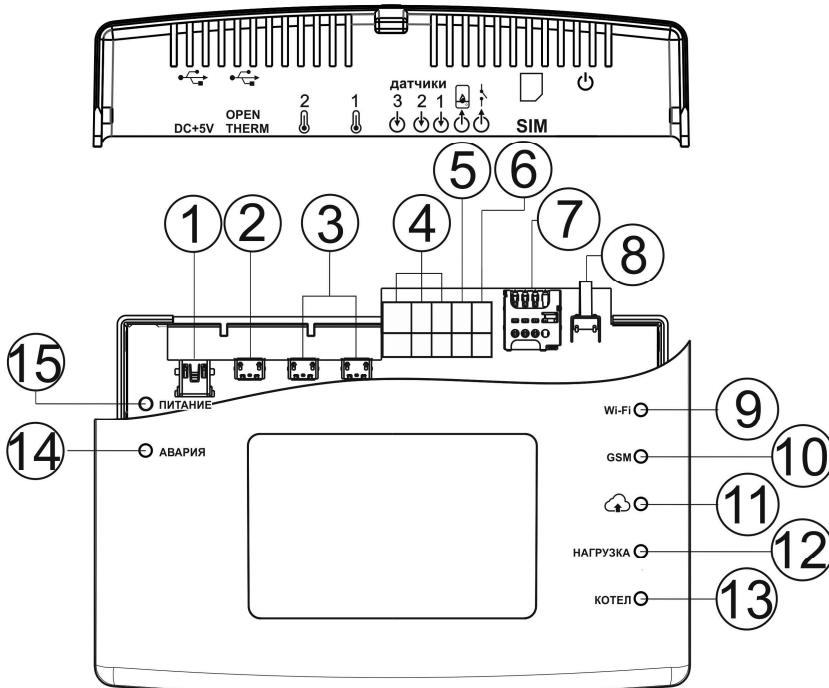

Рисунок 1 — Общий вид теплоинформатора
- ✓ вставьте SIM-карту в лоток №7 (см.рис.1).